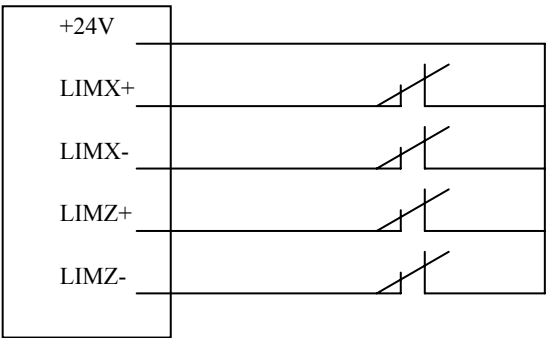

图4.31 超程信号的连接
② 使用超程信号作为行程限位的连接，连接方式如下图 4.31 所示：